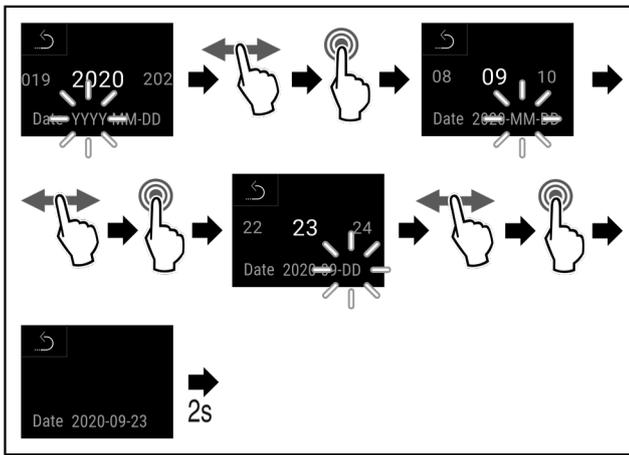

Fig. 106
- u Handlungsschritte (siehe Fig. 106) durchführen.